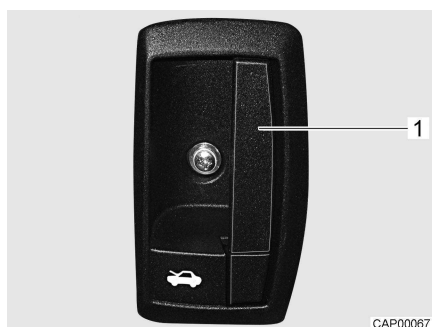
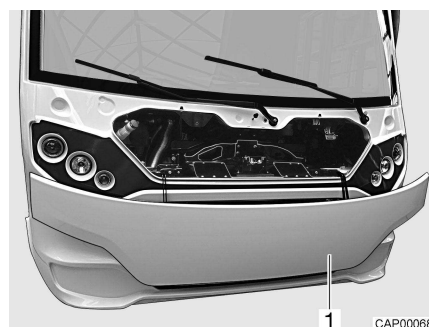

Fig. 5 Palanca de desbloqueo (capó del motor)
Fig. 6 Capó del motor
- Tirar la palanca de desbloqueo (Fig. 5,1) en el salpicadero, en el lado izquierdo del vehículo. El capó del motor (Fig. 6,1) se abre.